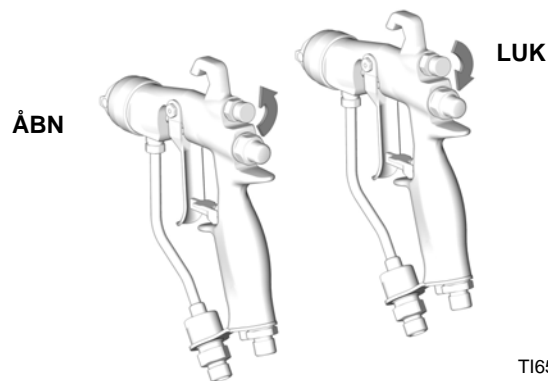

FIG. 14
4. Luk for luften til justering af spredningen ved at dreje knappen så langt som muligt med uret (ind). Se FIG. 14. Pistolen er nu indstillet til størst mulig spredning.
Hvis der ønskes mindre spredning, drejes ventilknappen til justering af spredningen mod uret (ud). Se FIG. 14. Hvis spredningen stadig er for stor, øges lufttrykket til pistolen en smule, eller der anvendes en anden dysestørrelse (ikke tilgængelige for pistoler med RAC-dyse.)